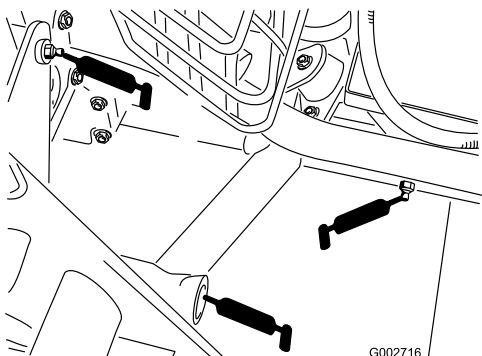

Рисунок 22
- Задняя навеска (5 шт.) (Рисунок 22)